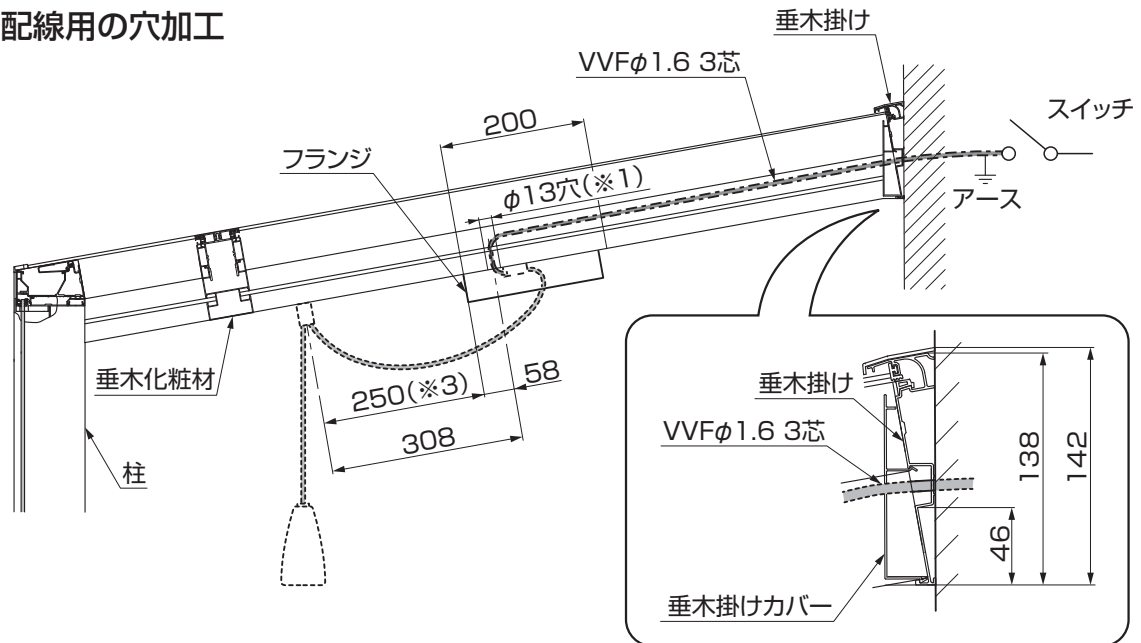
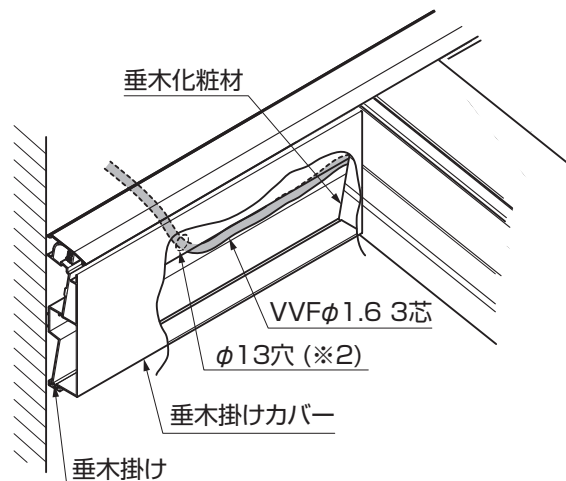

図1-1
図1-2
①垂木掛けと垂木化粧材にφ13の穴加工(※1)(※2)をしてください。(図1-1、図1-2参照)